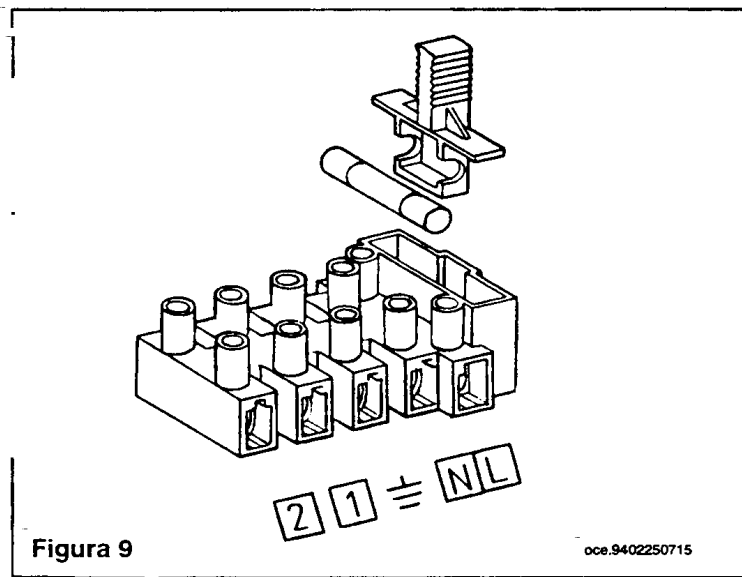

Figura 9
- accedere alla morsettiera di alimentazione (figura 9) come descritto al capitolo precedente;
- togliere il ponticello presente sui morsetti (1) e (2);
- *acceder al tablero de bornes de alimentación (figura 9) como descrito en el capítulo precedente;*
- *remover el puente sobre los bornes (1) y (2);*
- chegar ao quadro dos terminais de alimentação (figura 9) como descrito no capítulo precedente);
- tirar a ligação em ponte presente nos terminais (1) e (2);